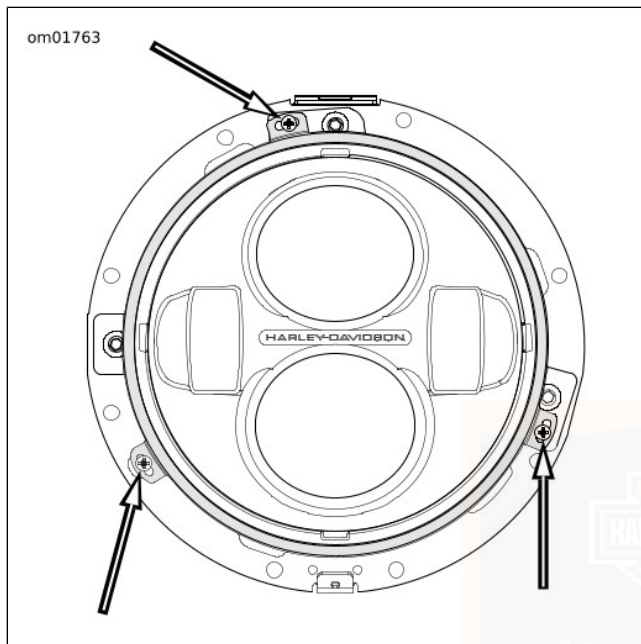

Figura 75. Tornillos de retención del faro delantero
3. Vea Figura 75. Extraiga los tornillos que aseguran el anillo de retención.